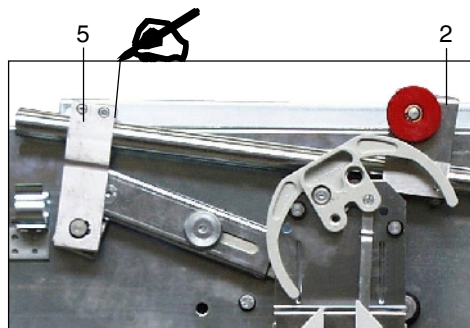

Fig.3 - Pic.3
Sostituire tutto il blocchetto in alluminio (2 Fig.3) con quello completo di piastrina di regolazione fornito con il kit (3 Fig.4). Si consiglia di contrassegnare, prima di allentare e sfilare il blocchetto (5) di collegamento con il braccio, la posizione del blocchetto stesso per ritrovare facilmente la corretta posizione dopo la sostituzione del supporto della rotella (Fig.3).